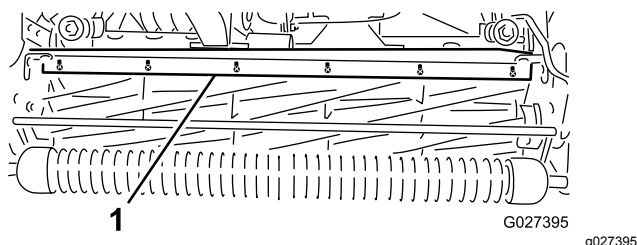

Рисунок 54
1. Ослабьте винты крепления верхней планки (Рисунок 54) к режущему блоку.